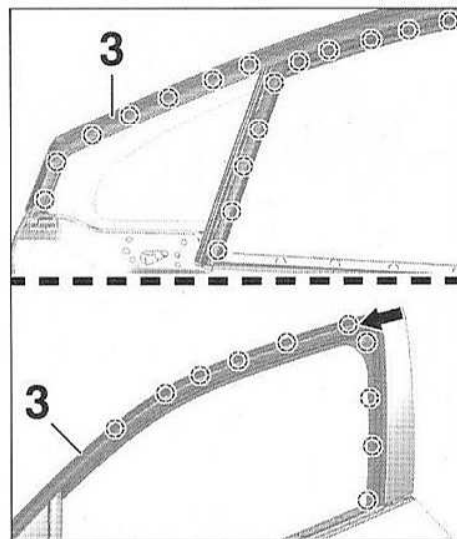

FIG.70
- Déposer le joint d'entourage de vitre (3) (Fig.70).